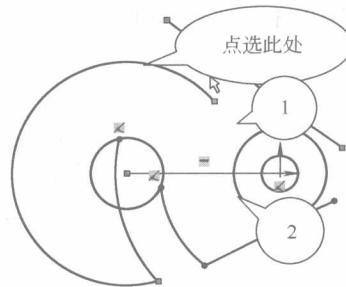
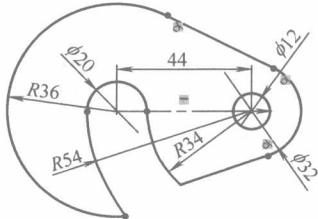

图 1-10
图 1-11
(6) 添加约束关系。按住 Ctrl 键不放，然后选择上面的直线和圆弧线，注意点选的位置，如图 1-10 所示。此时在状态树位置显示出“属性”对话框，然后选取“相切”选项。同理在 1、2 两处添加相切关系，并再一次修剪图形，结果如图 1-11 所示。